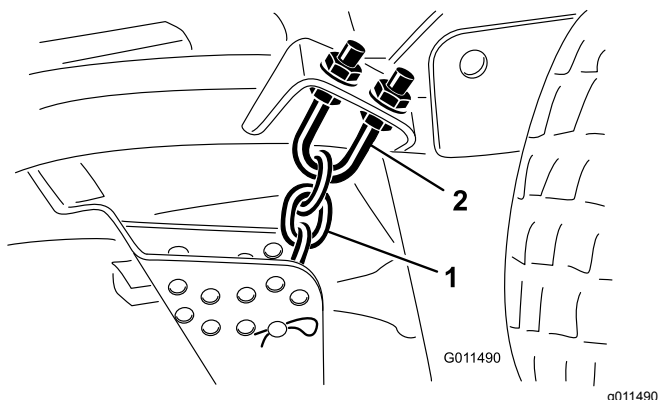

Рисунок 106
1. Ослабьте верхние или нижние контргайки на U-образном болте цепи регулировки высоты скашивания (Рисунок 106).